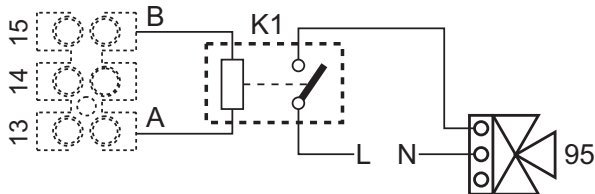
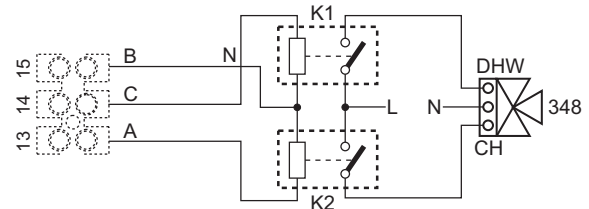

fig. 89- Conexión de la válvula de 3 vías con 2 hilos
fig. 90- Conexión de la válvula de 3 vías con 3 hilos
**ATENCIÓN:** para conectar la válvula de tres vías (bornes 13 - 14 - 15), véanse los esquemas de fig. 89 y fig. 90.